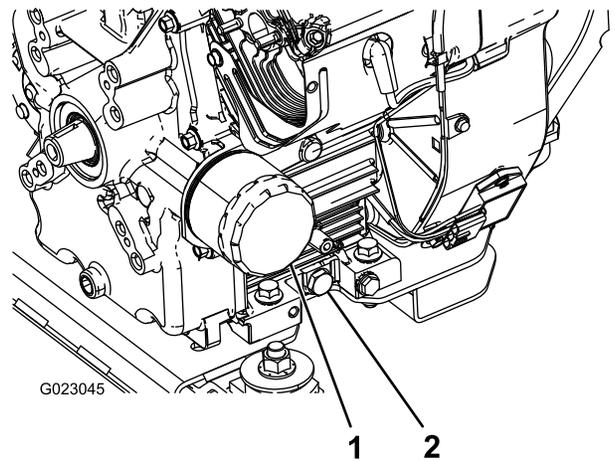

Figura 44
5. Retire el tapón de vaciado (Figura 44).
2. Retire el filtro de aceite (Figura 44).
5. Instale el filtro de aceite nuevo en el adaptador del filtro. Gire el filtro en el sentido de las agujas del reloj hasta que la junta de goma entre en contacto con el adaptador del filtro, luego apriete el filtro media vuelta más (Figura 44).